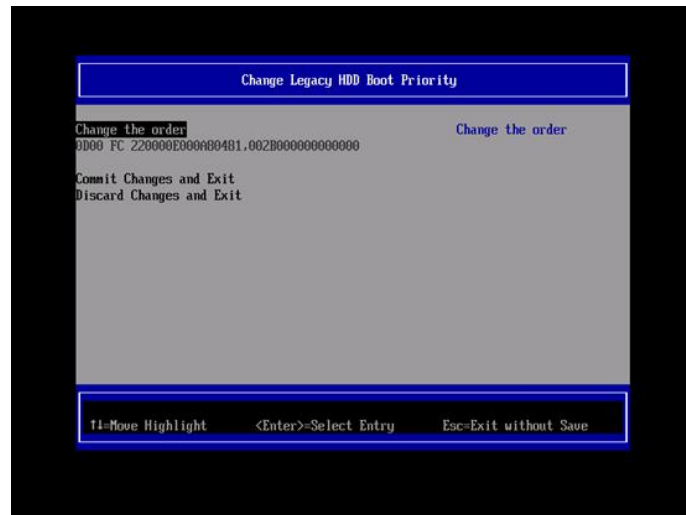

図 4.5 [Change Legacy HDD Boot Priority] 画面 (例)
5. [Change Legacy HDD Boot Priority] 画面が表示されます。ここで表示されるデバイスが、FC 1 つのみであることを確認してください。「図 4.5 [Change Legacy HDD Boot Priority] 画面 (例)」は、PCI バス番号 0x0D、デバイス番号 0、ファンクション番号 0、WWN 220000E000A80481、LUN 0x002B の LUN を表しています。